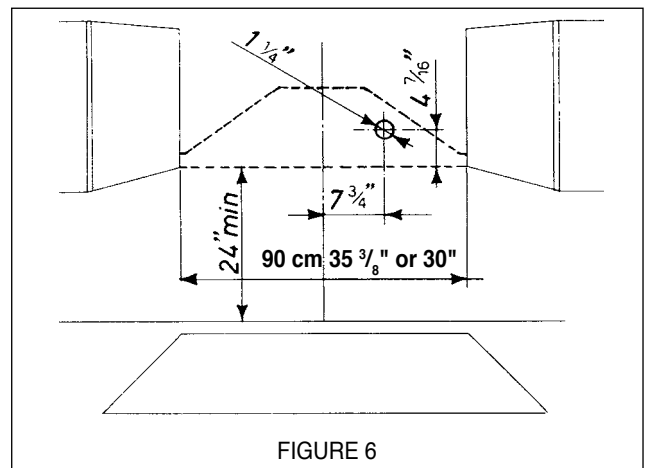

FIGURE 6
6. Determine the proper location for the Power Supply Cable as indicated in FIGURE 6. Use a 1 1/4" Drill Bit to make this hole. Run the Power Supply Cable. Use caulking to seal around the hole. **DO NOT** turn on the power until installation is complete. For remote blowers, a separate wiring cable is required. **DO NOT WIRE THE REMOTE BLOWER INTO THE FIELD WIRING HOUSING OR CONNECT WITH THE POWER SUPPLY CABLE.**
6. Déterminer l'emplacement approprié pour le câble d'alimentation, tel qu'il est indiqué à la FIGURE 6. Utiliser une mèche de 1 1/4 po pour faire un trou et y passer le câble d'alimentation. Utiliser du cafeutrage pour sceller tout autour du trou. NE PAS mettre en circuit tant que l'installation n'est pas complétée. Pour les ventilateurs à distance, un câblage intérieur différent est requis. NE PAS BRANCHER LE VENTILATEUR À DISTANCE AU FILAGE DE LA MAISON OU AU CÂBLE D'ALIMENTATION.